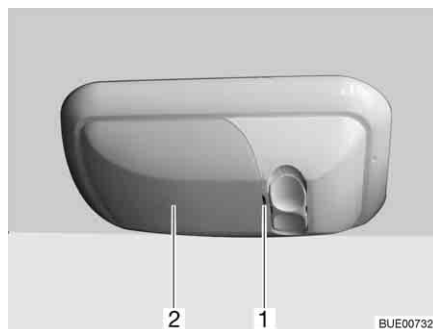

Fig. 290 Lampada del garage
- Sollevare e rimuovere con precauzione la copertura (Fig. 290,2) con l'ausilio di un utensile appropriato (p. es. un cacciavite) agendo sull'intaglio (Fig. 290,1).